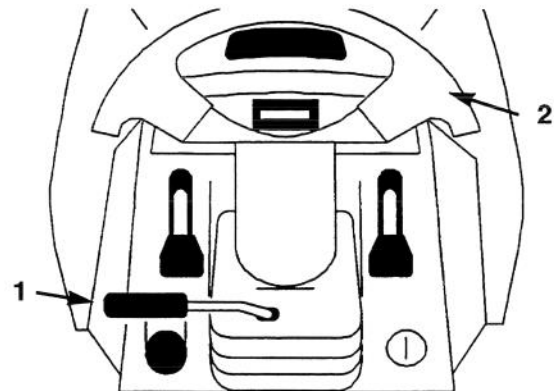

Figure 12
1. Soulever le levier d'inclinaison pour relâcher le verrou (Fig. 12).